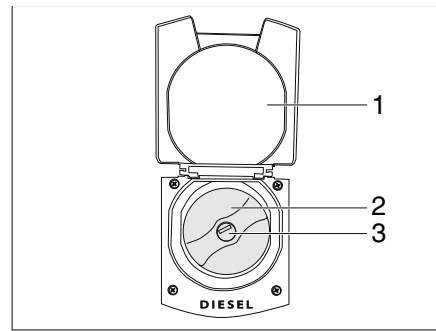

Bild 36 Geöffnete Verschlussklappe mit Kraftstoff-Einfüllstutzen
- Verschlussklappe (Bild 36,1) schließen.